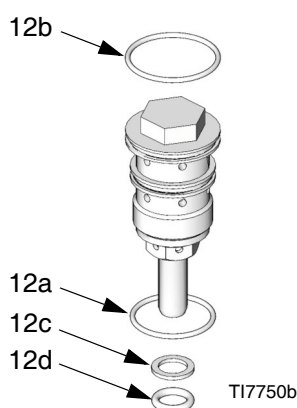

FIG. 13. Originale ventilkjegledetaljer
4. Se FIG. 13. Skru ventilkjegledelene (12) fra hverandre. Det kan være at de små o-ringene (12c, 12d) ikke kommer ut sammen med de andre delene. Sørg for at du fjerner dem fra topplokket (1) eller bunndekselet (3).
6. Smør ventilkjegledelene (12) og sett dem tilbake i toppdekselet (1) og bunndekselet (3). Trekk til med et moment på 40,6-48,8 N•m (30-36 ft-lb).